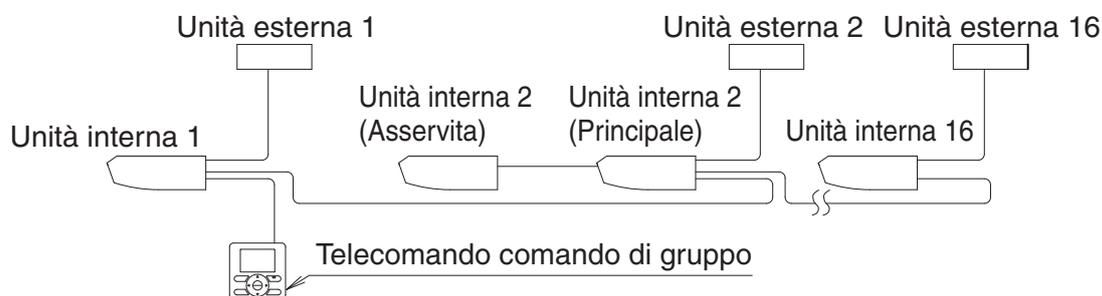

Fig. 34
- Se si utilizza l'apparecchiatura come unità accoppiata o unità principale per il funzionamento simultaneo, si può comandare simultaneamente (in gruppo) l'accensione/lo spegnimento di 16 unità max. con il comando a distanza. **(Fare riferimento alla Fig. 34)**